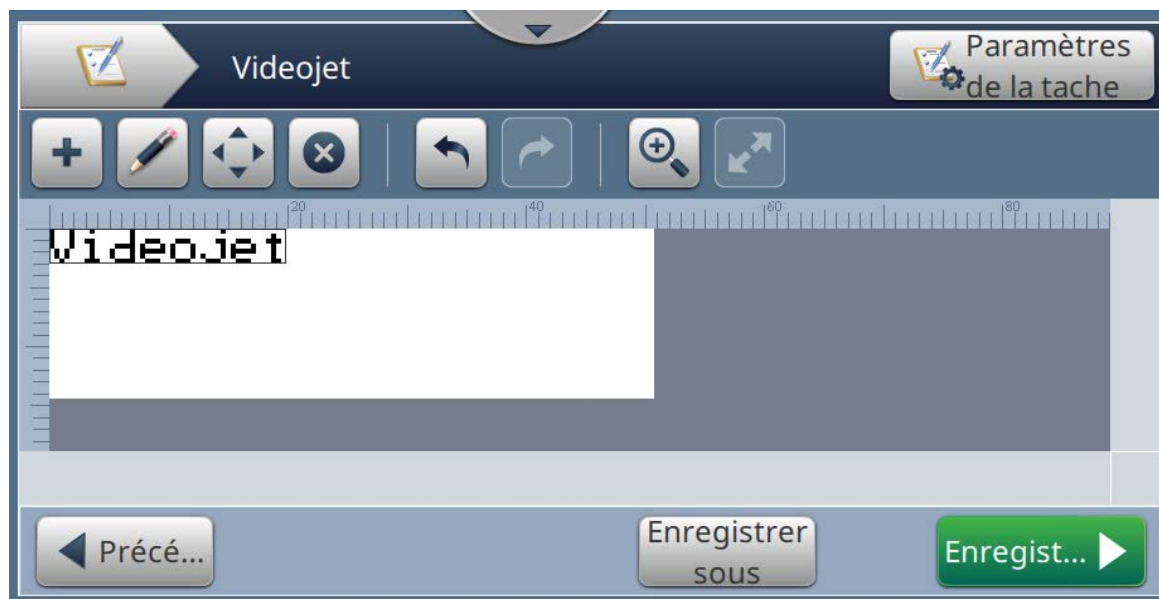

Figure 5-16 : Écran de modification du champ
3. Sélectionnez le champ à modifier et appuyez sur le bouton  tel qu'illustré à la Figure 5-16.